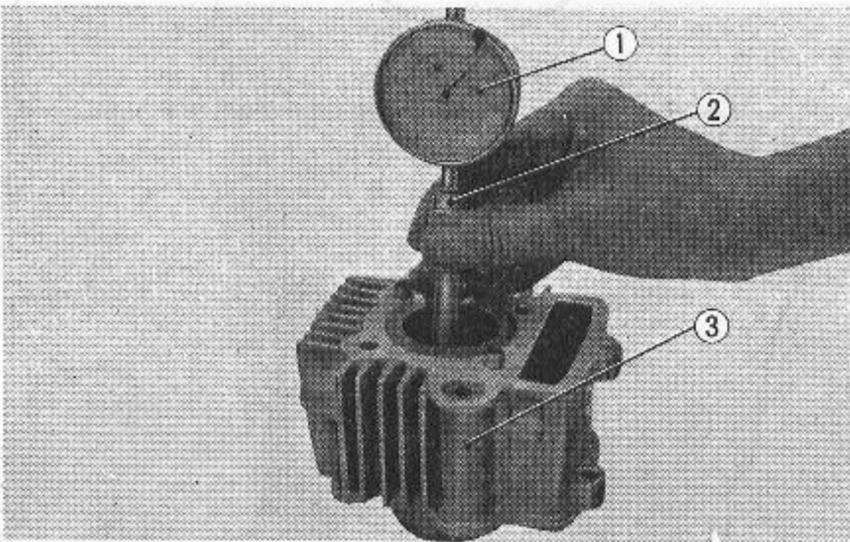

Abb. 3.39 Zylinder-Innendurchmesser messen
① Meßuhr ③ Zylinder
② Zylinder-Meßvorrichtung
- (1) Zylinderlaufbuchsenbohrung (Abb. 3.39)